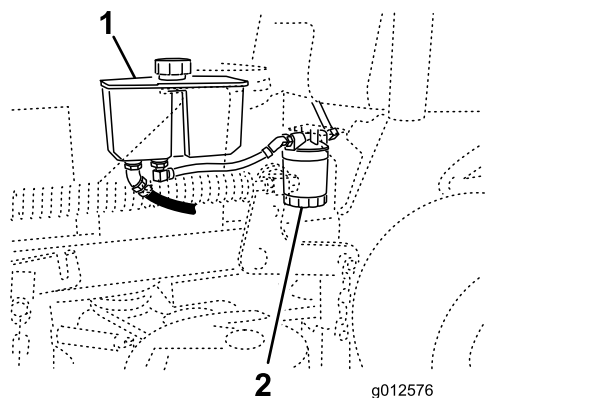

Figura 73
3. Localize o filtro e coloque um recipiente sob o filtro (Figura 73).